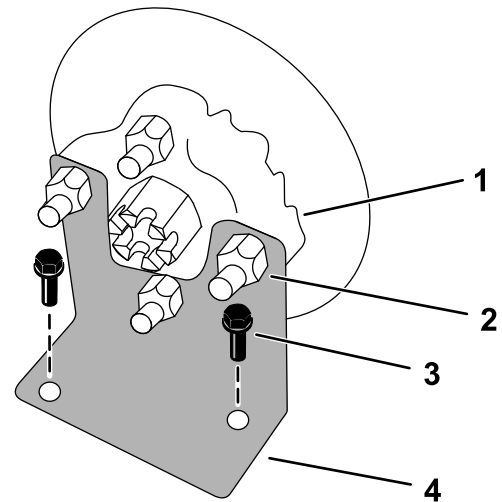

Figure 1
- Retirez les 4 écrous de roue sur le moyeu de chaque roue (Figure 1).